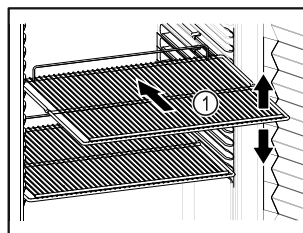

Fig. 50 Vejledende illustration
- Tilpas højden, når bæreristene Fig. 50 (1) kan flyttes.